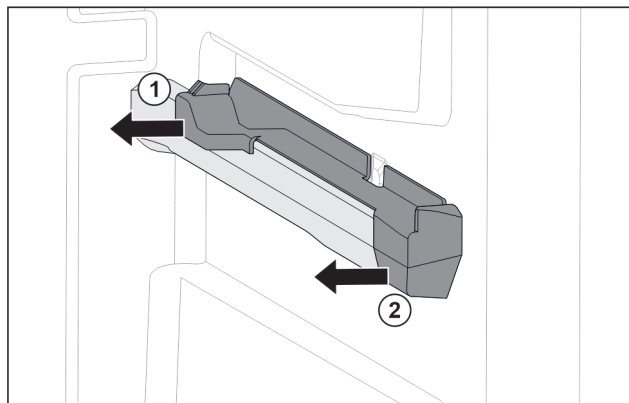

Fig. 153 Pjesa kapëse në brinjën e djathtë të kutisë
- Tërhiqni anash pjesën kapëse në pjesën e pasme. Fig. 153 (1)
- Tërhiqni anash pjesën kapëse në pjesën e përparme. Fig. 153 (2)